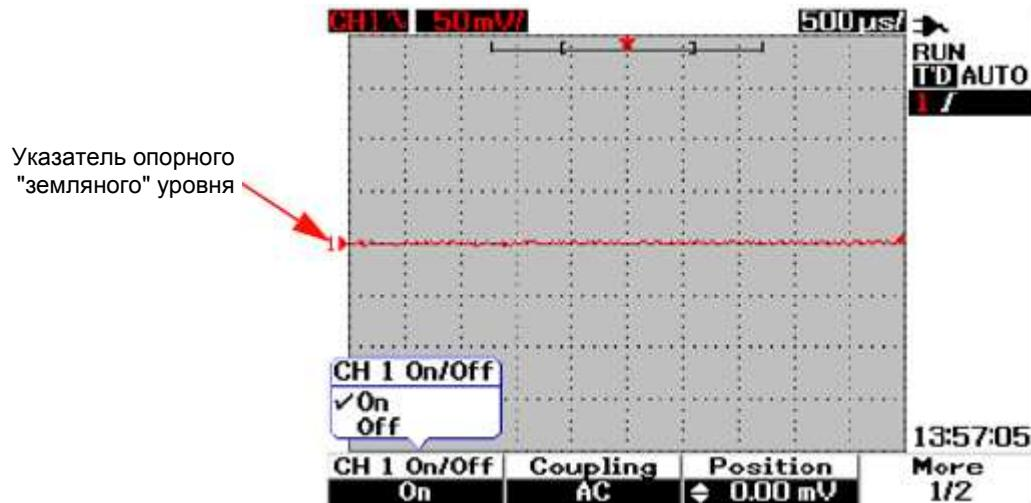

Рис. 3-2 Выбор варианта On или Off для включения или выключения отображения осцилограмм
- Субменю для обоих каналов одинаковы. На рис. 3-2 на следующей странице показано характерное субменю для канала 1. Чтобы задействовать вывод на экран осцилограммы в канале 1, нажмите функциональную клавишу F1. Появляется всплывающее меню.